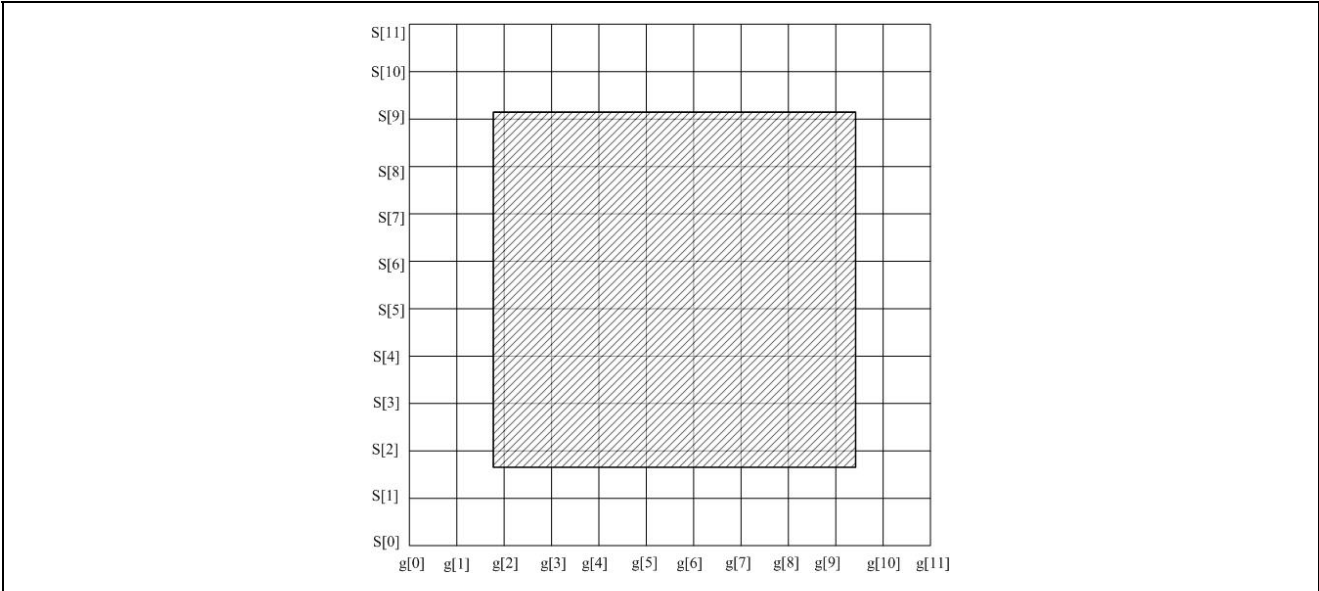

图 9 音乐数据偏移地址设置
audio\_offset\_adr 是设置音乐数据的水平平移, 示意图如图 9 所示。
注: bias\_one→ bias\_twelve 是设置各个段的显示阈值,也即是划分音乐数据每段频率的幅度等级(当 ADC 的值大于该门限值,则对应的段点亮)。也可以通过对 12 个寄存器的设置,实现音乐同步数据在显示矩阵上的垂直平移,示意图如图 9 所示。
例: 如图 9 所示,横坐标为 grid (12 个),纵坐标为 seg (12 个),斜线区域表示在使用音乐同步显示功能时的显示区域 (8×8),则进行如下设置:
1. 设置 bias\_one、bias\_two、bias\_eleven 和 bias\_twelve 为 ffh, bias\_three 到 bias\_ten 设置各个音乐频率的阈值,即图 9 中 S[0]、S[1]、S[10]、S[11]所对应的行无显示(因为 ADC 的值不会大于 FFH);
2. 设置呼吸及音乐数据显示位置设置寄存器中的 audio\_offset\_adr=010b,则图 9 中 g[0]、g[1]、g[10]、g[11]所对应的列无显示,即显示从 g[2]列开始显示。